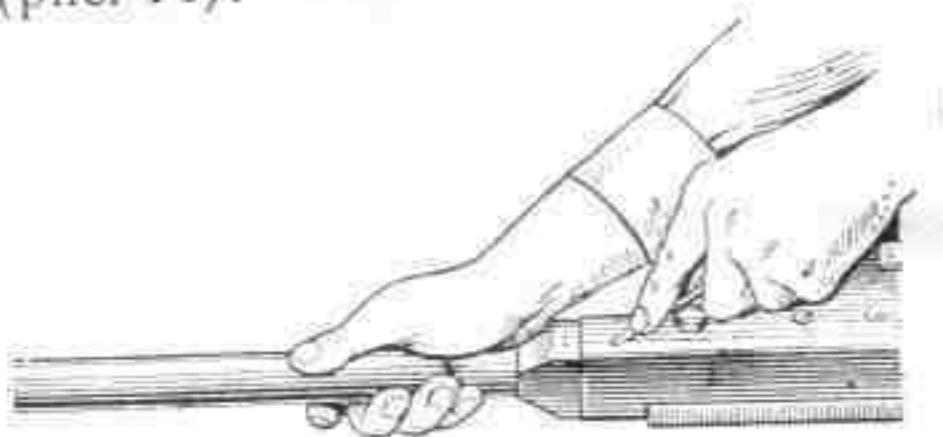

Рис. 14. Отделение газового цилиндра
10) Отделить газовый цилиндр. Нажать выколоткой на защелку газового цилиндра и, смешая его вперед, отделить от ствольной коробки (рис. 14).